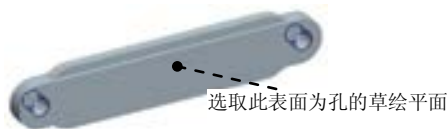
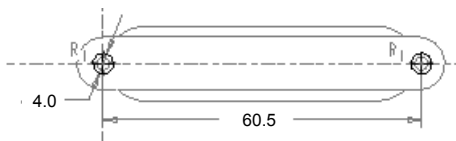

图 5.28.6 实体切削拉伸特征 3
图 5.28.7 截面草图
(3) 在操控板中选择深度类型  (即两侧拉伸)，输入深度值 2.5。
(4) 在操控板中单击按钮 ，预览所创建的特征；单击“完成”按钮 。
Step4. 创建图 5.28.6 所示的拉伸特征 3。单击“拉伸”命令按钮 。确认“实体”按钮  被按下，并按下操控板中的“切削”按钮 。选取图 5.28.6 所示的零件表面作为草绘平面，接受系统默认的参照平面和方向。绘制图 5.28.7 所示的截面草图；深度类型为  (即“穿透”)。